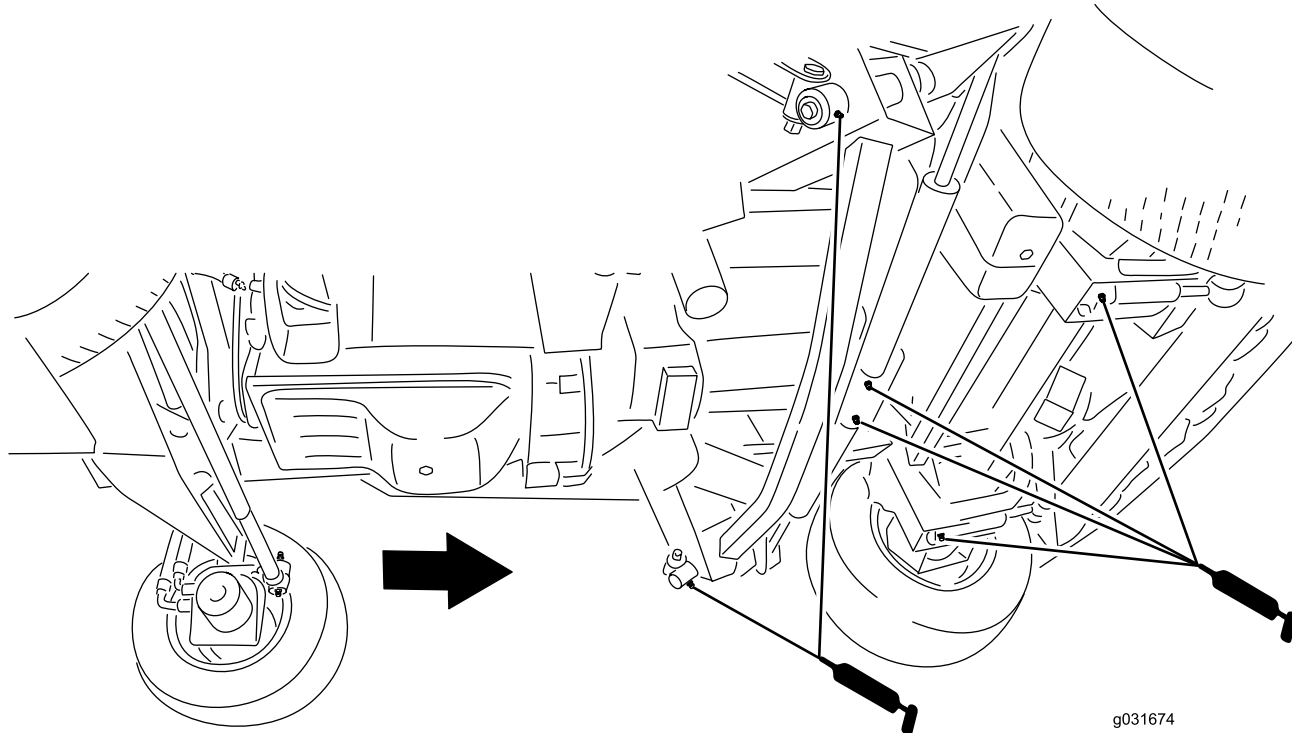

Рисунок 48
- Рычаги амортизаторов (2 шт.) (Рисунок 48)
- Шарниры гидроцилиндров подъема передней деки (2 шт.) (Рисунок 48)
- Шарниры гидроцилиндров подъема боковой деки (2 шт.) (Рисунок 48)